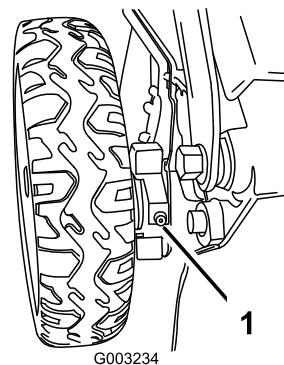

Bild 39
- Wischen Sie die Schmiernippel innen an den Hinterrädern mit einem sauberen Lappen ab (Bild 39).